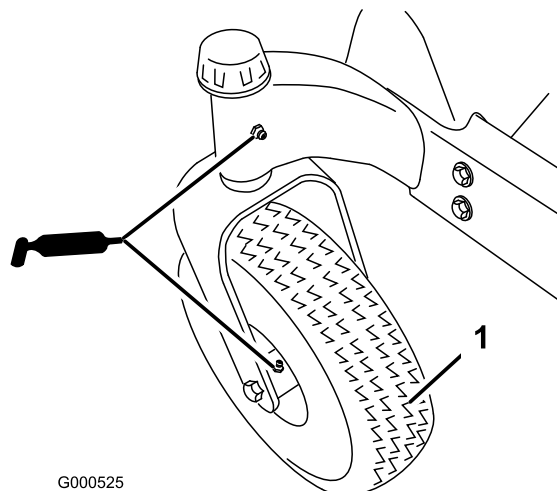
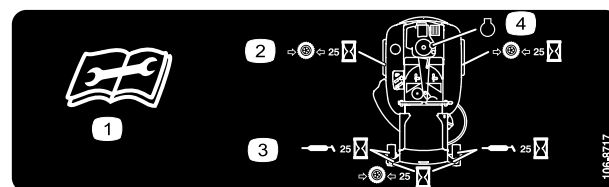

Figure 28
Figure 29
Graissez le pivot des roues pivotantes et les roues (Figure 28).
3. Nettoyez les graisseurs (Figure 28 et Figure 29) à l'aide d'un chiffon. Grattez la peinture qui pourrait se trouver sur les graisseurs.
4. Raccordez une pompe à graisse à chaque graisseur (Figure 28 et Figure 29). Injectez de la graisse dans les graisseurs jusqu'à ce qu'elle commence à sortir des roulements.